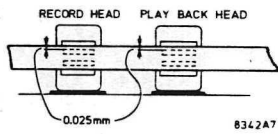

Fig. 12
- c. Einstellen der Kopfhöhe (Abb. 12)